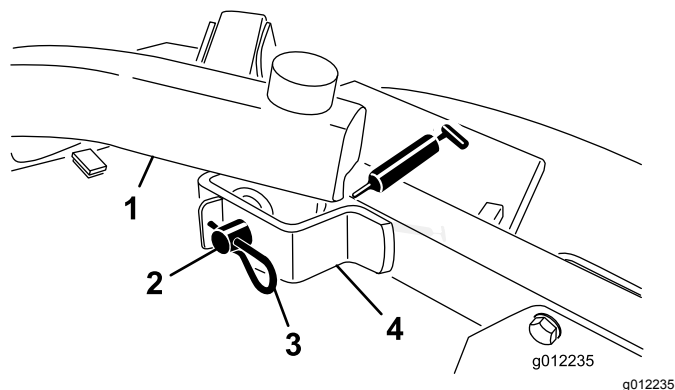

Figura 22
- Perni dei bracci di sollevamento, anteriori (2) (Figura 22)